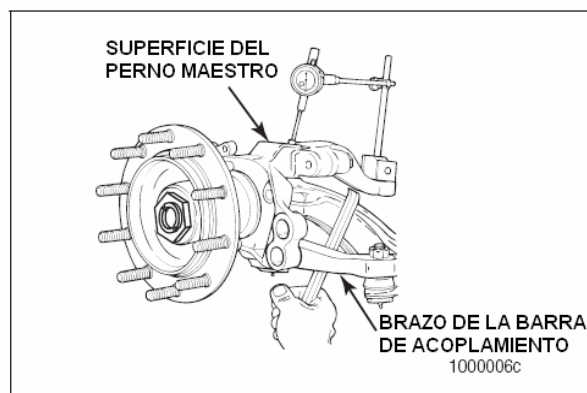

Figura 6.10
- B. Coloque una palanca entre el brazo de la barra de acoplamiento y la viga de eje. Figura 6.10